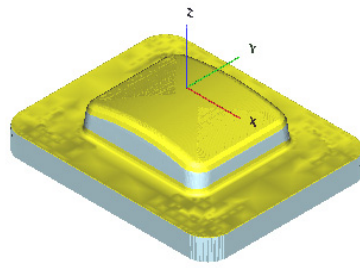

图 3-47 仿真模拟结果（3）
7) 仿真模拟。单击“加工向导”工具栏上的“高级仿真”按钮，弹出“高级仿真”对话框，选中所创建的加工，单击确定按钮；在弹出的“Cimatron's Verifier”对话框中验证加工效果，如图 3-47 所示。